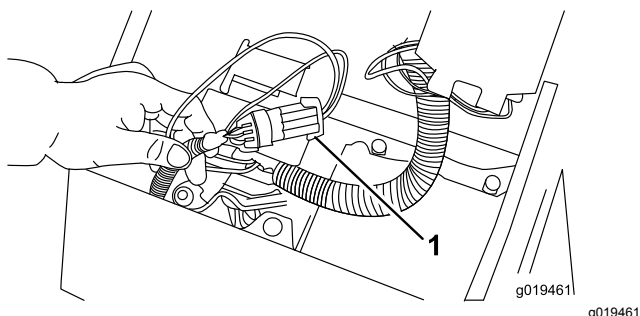

Figura 30
2. Aprite la copertura del quadro di comando. Individuate il cablaggio preassemblato e il connettore di loopback. Staccate con cautela il connettore di loopback dal connettore del cablaggio preassemblato (Figura 30).